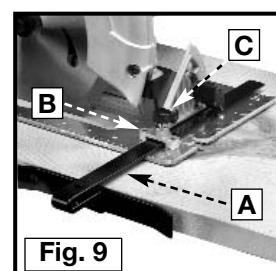

Fig. 9
- Introduzca la guía lateral (A) Fig. 9 por las ranuras (B) en la lado derecho de la base. Métala hasta que se extienda por ambos ranuras en el lado izquierdo de la base.
- Ponga el resorte sobre (alrededor de) la tuerca manual (C) Fig. 9 (se incluyen con la guía), y enrósquela en el agujero en la base de la sierra. NO LA APRIETE.